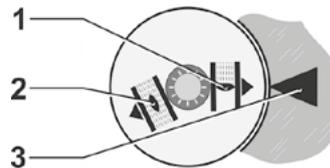
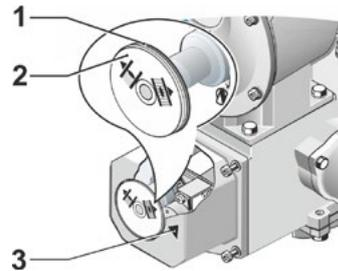

Fig. 1 : symboles de l'indicateur de position
Fig. 2 : réglage de l'indicateur de position
3. Tourner le disque blanc avec le symbole FERMÉ (Fig. 2, Pos. 1) jusqu'à ce que le symbole FERMÉ (Fig. 1, Pos. 1) et le repère fléché (3) du verre-regard du couvercle soient superposés.
5. Maintenir le disque blanc (Fig. 2, Pos. 1) et tourner le disque transparent (2) de sorte que le symbole OUVERT (Fig. 1, Pos. 2) et le repère fléché (3) soient superposés.